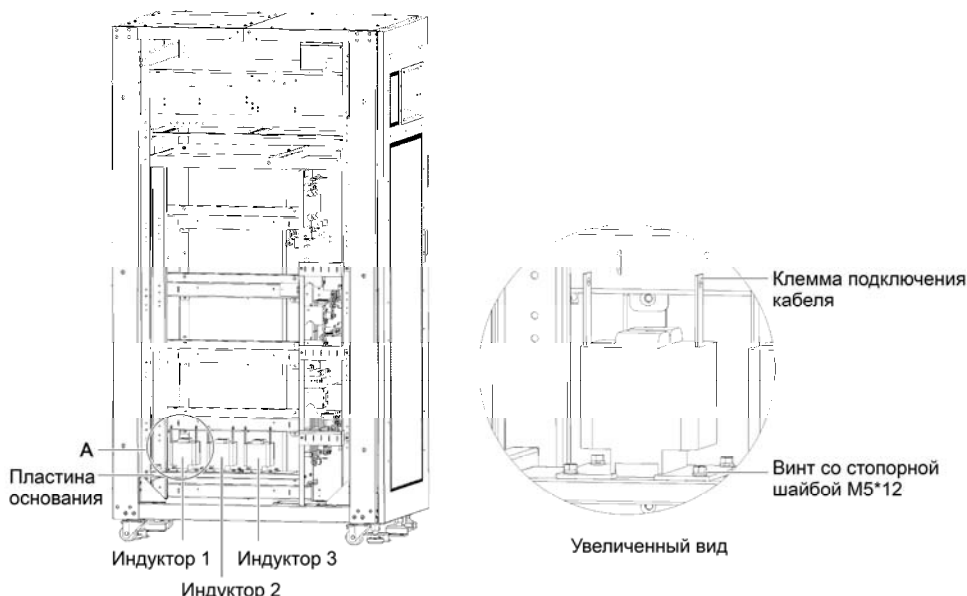

Рисунок 8-2 Расположение индукторов распределения нагрузки в байпасном режиме
3. Установите три индуктора распределения нагрузки в режиме байпаса, см. Рисунок 8-2.
На плите основания шкафа ИБП есть 12 установочных отверстий для крепления трех индукторов, по четыре отверстия для каждого. Разместите три индуктора в заданные положения установки (см. Рисунок 8-2) и прикрепите их к плите основания шкафа ИБП винтами с шайбами 12 М5 × 12.